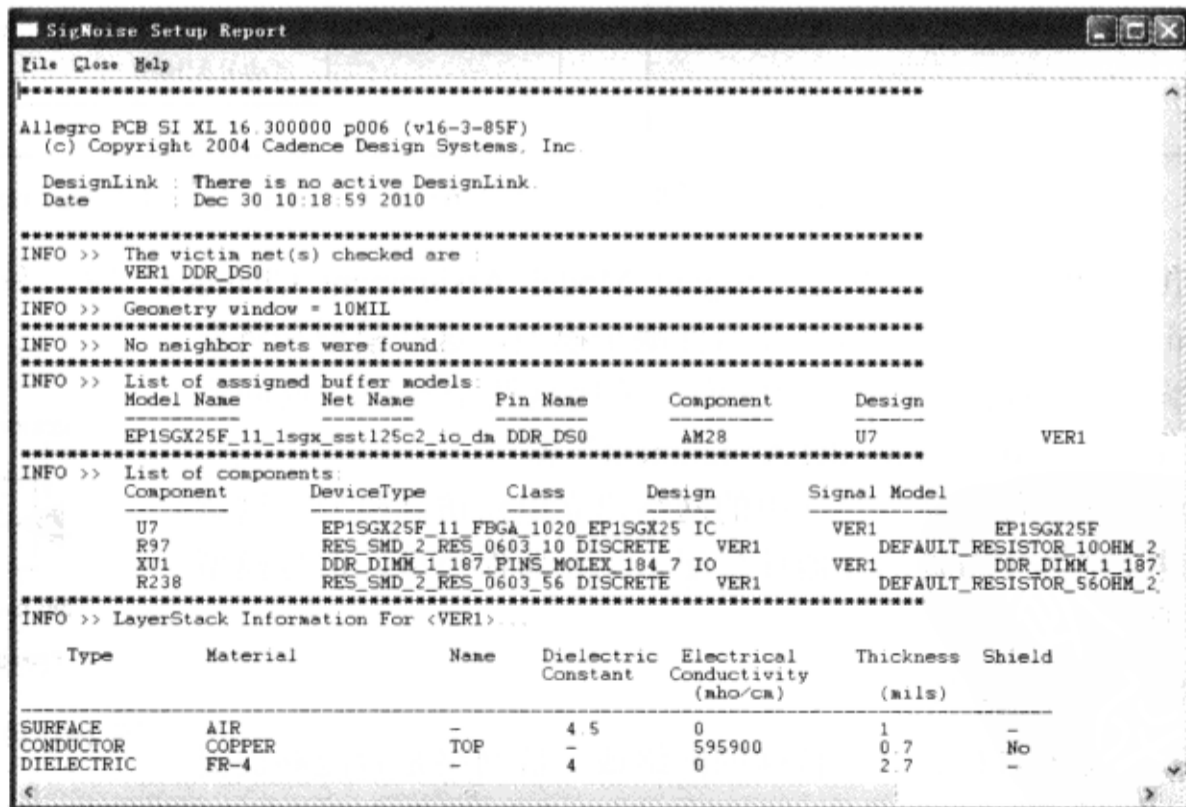

图 2-6-43 “SigNoise Setup Report” 窗口
(3) 在 “Net filter” 栏输入 “DDR\_DS0” → 按 “Tab” 键 → 在列表框中选择 “DDR\_DS0” → 单击 “Audit selected net” 按钮 → 弹出 “SigNoise Setup Report” 窗口，如图 2-6-43 所示。